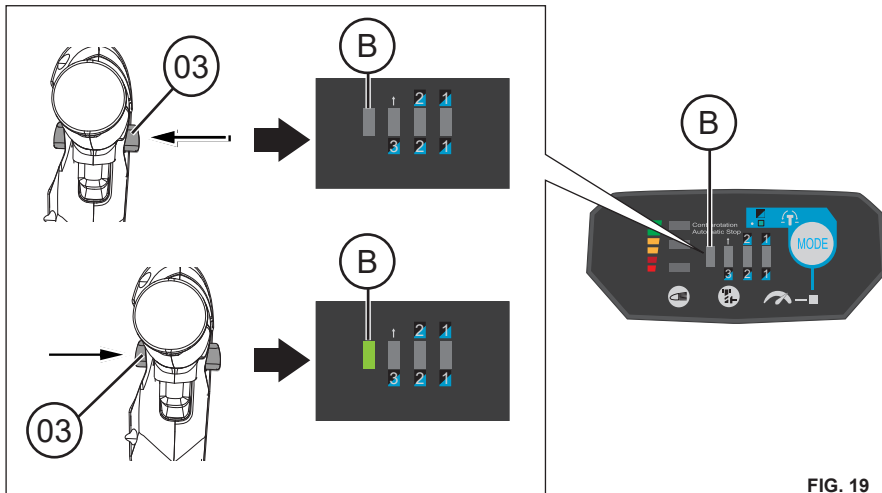

FIG. 19
Aan de hand van de bewegingsindicator (B) is het mogelijk om de draairichting bepaald door de keuzeschakelaar beweging (03) weer te geven (FIG. 19)